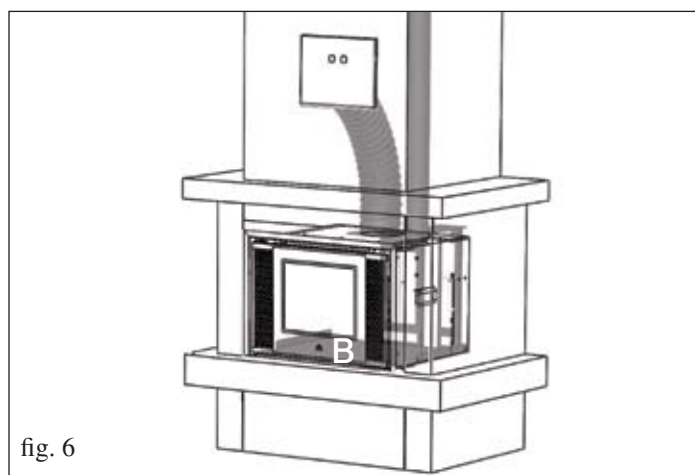

fig. 6
• Posizionare INPELLET 49 facendolo scorrere sulla piastra (**B**) fino a fine corsa (fig. 6).